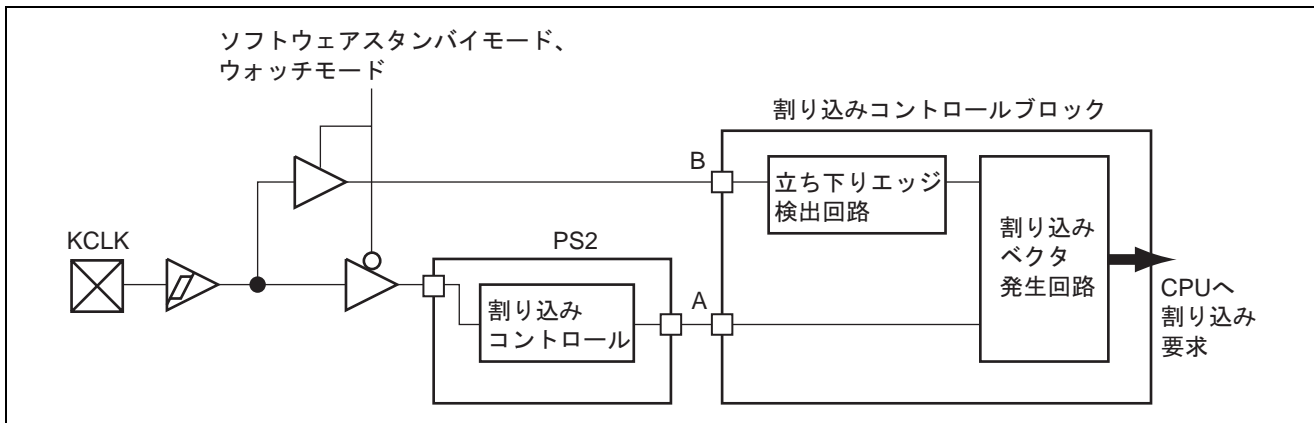

図 19.13 1st KCLK 割り込み経路図
- 1st KCLKの割り込みは、通常の実行時とソフトウェアスタンバイモード、ウォッチモード時の割り込み経路およびフラグのセットが異なります。1st KCLKの割り込み経路の概略を図19.13に示します。